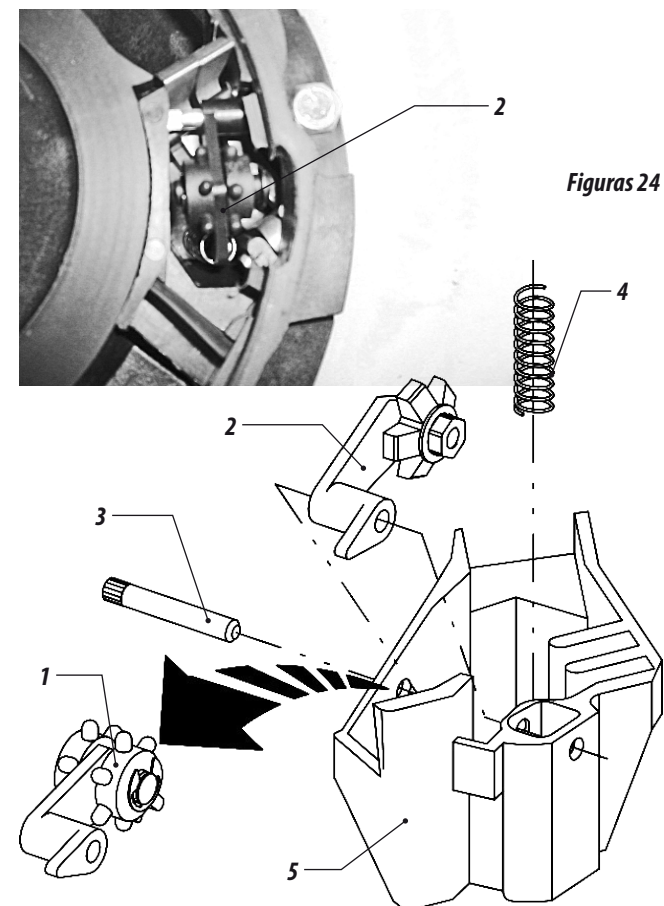

Figuras 23
- 05** - El distribuidor de semillas sale montado de fábrica con gatillo de dos estrellas dosificadoras en discos de hilera doble de agujeros (2).
- 06** - Los discos de hilera única (3) utiliza gatillo de una estrella dosificadora (4). para proceder a cambiar los gatillos consulte la FIGURAS 23.